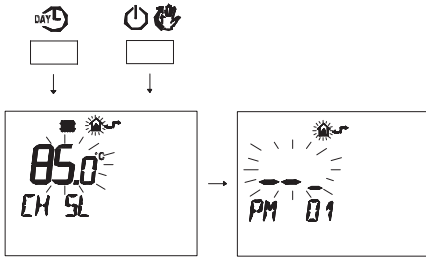

Figura 5.65
- Premere contemporaneamente i pulsanti **DAY** e **☀** per entrare nella programmazione trasparente (Figura 5.65).